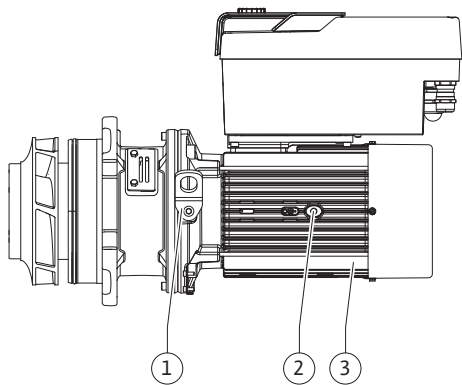

Fig. 108: Behelyezhető készlet
13. Vezesse be a behelyezhető készletet (lásd: Fig. 108) a szivattyúházba a régi vagy egy másik, kívánt ferde helyzetben. Tartsa be az alkatrészek megengedett beépítési helyzetét (lásd a „Megengedett beépítési helyzet és az alkotórészek elrendezésének módosítása a telepítés előtt” [► 23] fejezetet).